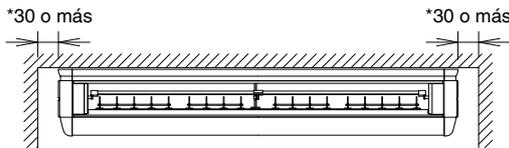
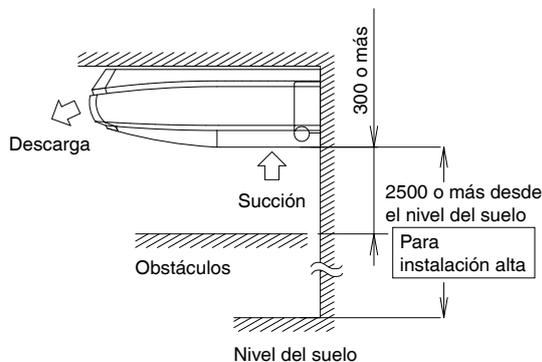

Fig. 1
Fig. 2
(1) Seleccione la ubicación de la instalación que cumpla con las siguientes condiciones y obtenga aprobación del cliente.
- Donde haya suficiente espacio para asegurar la instalación y el servicio. (Consulte la Fig. 1 y la Fig. 2)